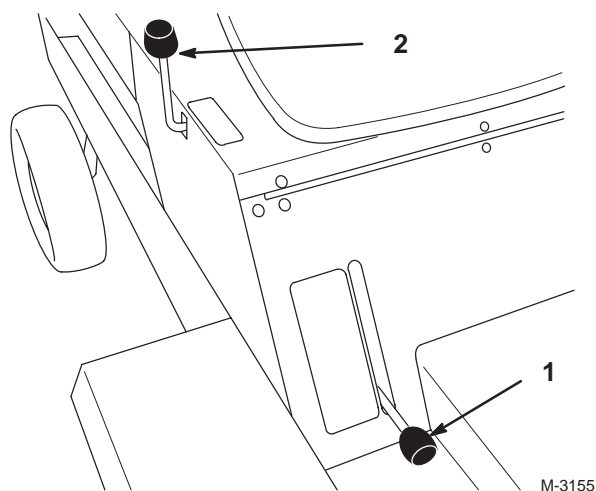

Figure 10
2. Levez le levier pour serrer le frein de stationnement (Fig. 10).
1. Abaissez le levier pour desserrer le frein de stationnement (Fig. 10).
Ce levier permet de relever et d'abaisser les divers accessoires (Fig. 10).
3. Tirez le levier de commande en arrière pour élever l'accessoire à la hauteur requise (Fig. 10).
3. Poussez le levier de commande vers l'avant pour abaisser l'accessoire (Fig. 10).